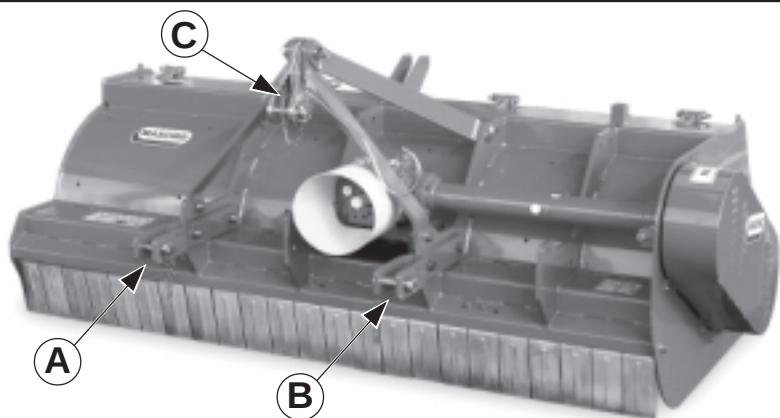

Fig. 6
The plates (A-B-C Fig. 6) are always mounted only as illustrated in Fig. 6, with the holes positioned in front of the square tube.
Die in Abb. 6 mit A-B-C angeführten Platten haben stets wie in dieser Abbildung aufgezeigt montiert zu werden - d.h. die Lochungen werden vor das Flachrohr gesetzt.
Les plaques (A-B-C Fig. 6) ne doivent être montées que comme illustré sur la Fig. 6 avec les trous positionnés à l'avant du tube carré.
Las placas (A-B-C Fig. 6) tienen que instalarse siempre y sólo como ilustrado en la Fig. 6, con los agujeros colocados adelante del tubo cuadrado.
- 1- Accostare le barre del sollevatore ponendole all'interno delle piastre (A-B-C Fig. 6), inserire il perno nel foro predisposto e bloccare con le copiglie a scatto.
- 1 - *Near the lift bars, setting them in the most suitable plates (A-B-C Fig. 6). Insert the pin into the relative hole and lock in place with the snap-in split pins.*
- 1 - Die Lenker des Krafthebers annähern und in die am besten geeigneten Platten schieben (A-B-C Abb. 6). Den Bolzen in das Loch stecken und mit dem einrastenden Splint blockieren.
- 1 - *Approchez les barres du relevage en les plaçant à l'intérieur des plaques les plus appropriées (A-B-C Fig. 6), introduisez l'axe dans le trou correspondant et débloquent par les goupilles à encastrement.*
- 1- Acercar las barras del elevador poniéndolas dentro de las placas más indicadas (A-B-C Fig. 6), introducir el perno en el orificio y bloquear con los pasadores de resorte.